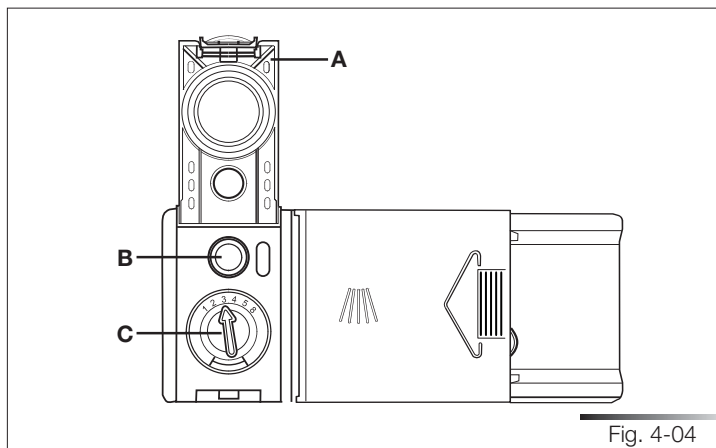

Fig. 4-04
- ouvrir le couvercle (réf. A fig. 4-04) du réservoir ;
- verser le liquide de rinçage jusqu'à remplir le réservoir (140 ml environ) ; l'indicateur optique (réf. B fig. 4-04) situé à côté du bouchon doit s'obscurcir complètement. Rajouter du liquide de rinçage quand l'indicateur optique devient clair ou que le voyant qui signale l'absence de liquide de rinçage s'allume sur le bandeau de commande (voir man. « Description des commandes »).
- Fermer le couvercle (réf. A fig. 4-04).
Le dosage du liquide de rinçage peut être réglé sur 6 niveaux. À l'usine, le lave-vaisselle est réglé sur le niveau moyen (indicateur du sélecteur positionné sur "3"). Pour régler le dosage, tourner le sélecteur (réf. C fig. 4-04) situé à l'intérieur du doseur sur la position souhaitée. La dose sera proportionnelle à la position du sélecteur : la dose minimum de liquide de rinçage (indicateur du sélecteur positionné sur "1") est d'environ 1 ml, tandis que la dose maximum (indicateur du sélecteur positionné sur "6") est d'environ 6 ml.
- Pour accéder au réglage du doseur, il faut ouvrir le couvercle (réf. A fig. 4-04).